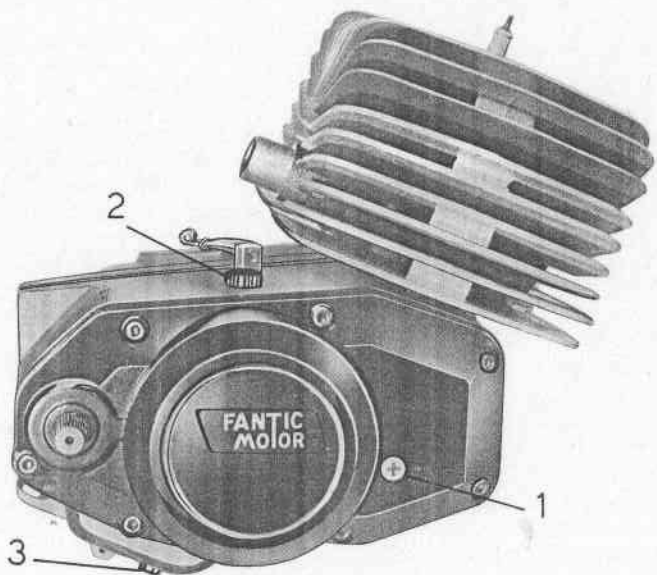

Fig. 1 - Tappi olio (livello, alimentazione, scarico)
Prima di avviare per la prima volta il motore, controllare se l'olio del cambio è al giusto livello, svitando l'apposita vite (N. 1 in fig. 1). Qualora l'olio si trovi al giusto livello, dovrà tendere ad uscire.
- **Cambio e Frizione:** sono lubrificati in bagno d'olio. Il contenuto della scatola cambio-frizione è di circa Kg. 1. Si deve usare normalmente olio: Esso Motor Oil SAE 40. L'introduzione dell'olio nella scatola del cambio-frizione avviene svitando l'apposito tappo (N. 2 in fig. 1), lo scarico dello stesso attraverso il tappo a vite (N. 3 in fig. 1), situato nella parte inferiore del motore a destra.
Oltre al cambio totale dell'olio dopo i Km. suddetti, è bene controllare di quando in quando il livello tramite la vite apposita (n. 1 in fig. 1), ed aggiungere olio quanto basta per vederlo uscire dal bordo, se esso fosse a livello più basso. Si consiglia di fare sempre il cambio dell'olio, dopo una marcia prolungata, così che l'olio sarà fluido per il calore ed uscirà con maggiore facilità.